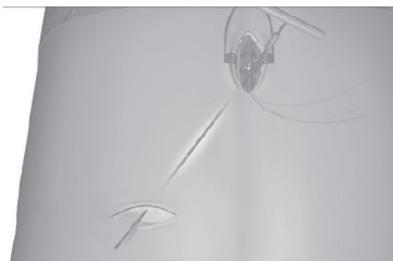

Figure 10 : Tunnel sous-cutané
17. Créez un tunnel sous-cutané entre le site de sortie et l'incision médiane jusqu'à ce que la canule soit visible et accessible au niveau du point de sortie (Figure 10).